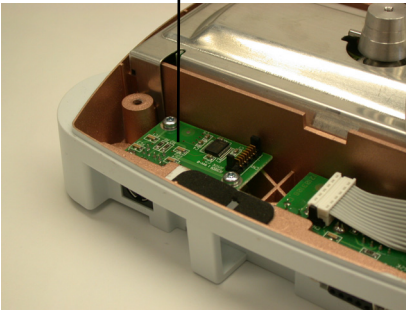

Figura 2C.
7. Montare il PCB USB sui supporti corrispondenti, fissandolo con le due viti in dotazione (vedere Figura 2C).